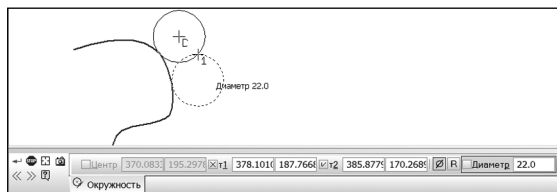

Рис. 10.26. Команда «Окружность, касательная к 1 кривой»
- Кнопка **Окружность, касательная к 1 кривой**  предназначена для построения окружности, касающейся 1 кривой, с произвольным центром и диаметром (рис. 10.26). Для этого необходимо